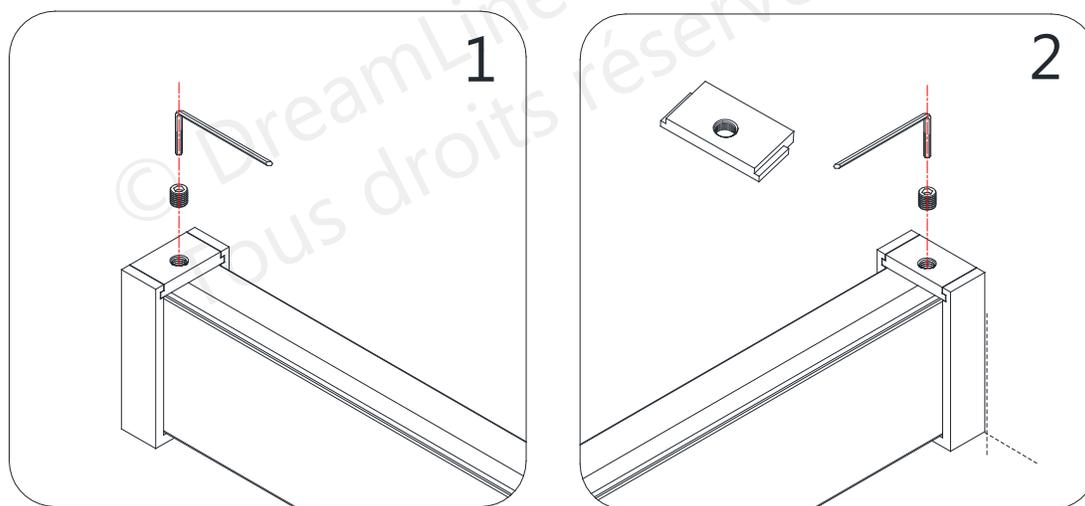

Fig 18
18. Faites glisser le **Rail du Haut (N° 01)** dans les deux **Fixations de Rail (N° 02)**. Posez les deux capots sur les **Fixations du Rail (N° 02)** et posez les **Vis de Réglage**. **(Fig 18)**